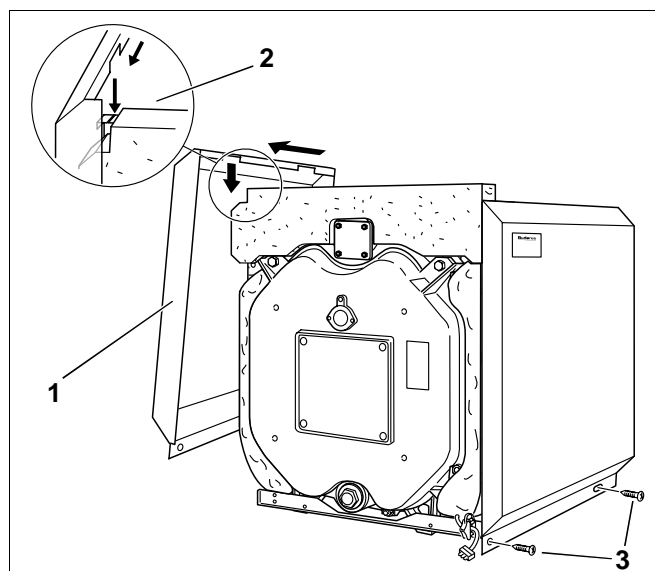

Fig. 35 Montering af sidekapper
- Sæt sidekappen (Fig. 35, **pos. 1**) med udkæringerne ind i de øverste traversers slidser (Fig. 35, **pos. 2**), og skub den fremad indtil anslag (se pilene på Fig. 35).
- Skru sidekapperne på de nederste traverser med to pladeskruer i hver plade (Fig. 35, **pos. 3**).